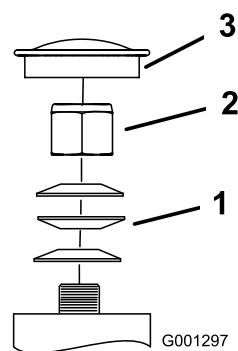

Figura 42
3. Togliete lo scodellino parapolvere dalla ruota orientabile e serrate il dado di bloccaggio (Figura 42).
4. Serrate il dado di bloccaggio finché le rondelle elastiche non sono piatte, quindi allentate di un quarto di giro per mettere a punto il precarico sui cuscinetti (Figura 42).
Importante: Verificate che le rondelle elastiche siano correttamente montate, come riportato nella Figura 42.
5. Montate gli scodellini parapolvere (Figura 42).